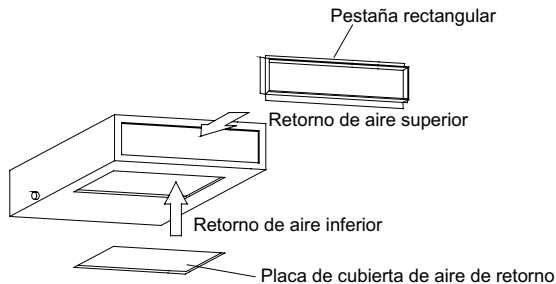

Fig.37
(2). La ubicación de instalación por defecto de la pestaña rectangular está en la parte trasera y placa cubierta del fondo, como se muestra en la Fig.37 .